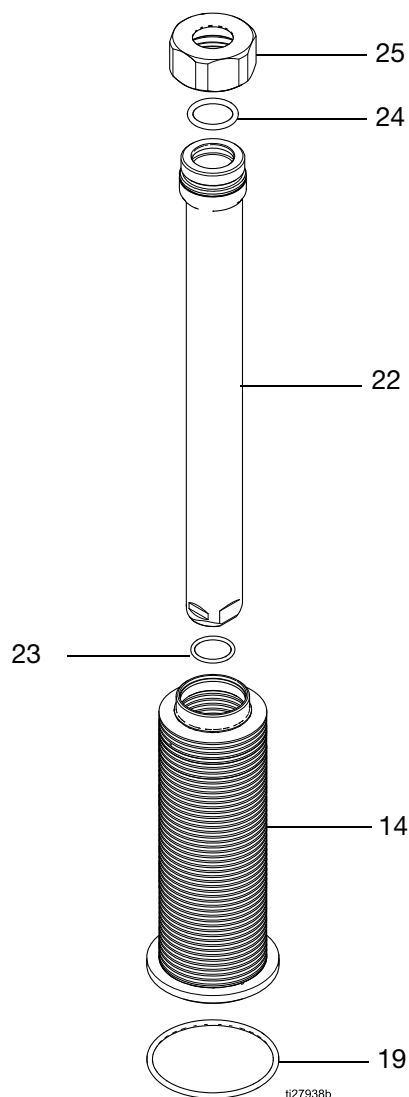

Fig. 3. Démontage ou montage des soufflets
5. Enlevez le joint torique des soufflets (19).
REMARQUE : L'ensemble de soufflets comprend l'écrou (25), les soufflets (14), les joints toriques (23, 24) et le manchon à soufflets (22). Pour ce qui est du démontage, consultez la section **Démontage de l'ensemble de soufflets** à la page 8 et la FIG. 3 à la page 9.
7. Retirez les quatre vis à tête (33) situées autour de la base de la chambre des soufflets (13). Soulevez la chambre des soufflets du boîtier de sortie de fluide (8). Faites attention à ne pas endommager la tige de piston (3).
Consultez la FIG. 3, page 9.
7. Enlevez le joint torique des soufflets (19). Consultez la FIG. 3, page 9.
8. Enlevez l'ensemble des soufflets de la chambre des soufflets (15). Retirez le joint torique (23).
9. Si le soufflet est défectueux, retirez également la vanne de purge (28) de la plaque supérieure. Nettoyez l'acheminement du fluide s'il est obstrué.